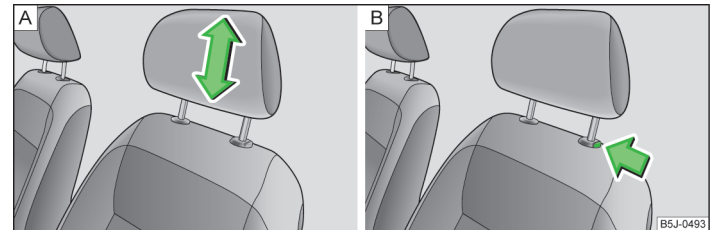

Abb. 43 Kopfstütze: Einstellen / Ausbauen
- › Die Kopfstütze seitlich mit beiden Händen anfassen und diese je nach Wunsch nach oben schieben » Abb. 43 - **A**.
- › Möchte man die Kopfstütze nach unten verschieben, dann die Sicherungstaste » Abb. 43 - **B** mit einer Hand drücken und gedrückt halten, und mit der anderen Hand die Kopfstütze nach unten drücken.
- › Die Sicherungstaste in Pfeilrichtung drücken » Abb. 43 - **B** und die Kopfstütze herausziehen.